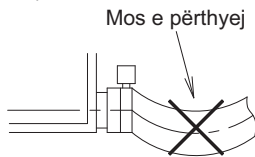

Fig. 26
- Mos e përthyeri tubin e kullimit (1) brenda njësisë së brendshme. (Shihni fig. 26)